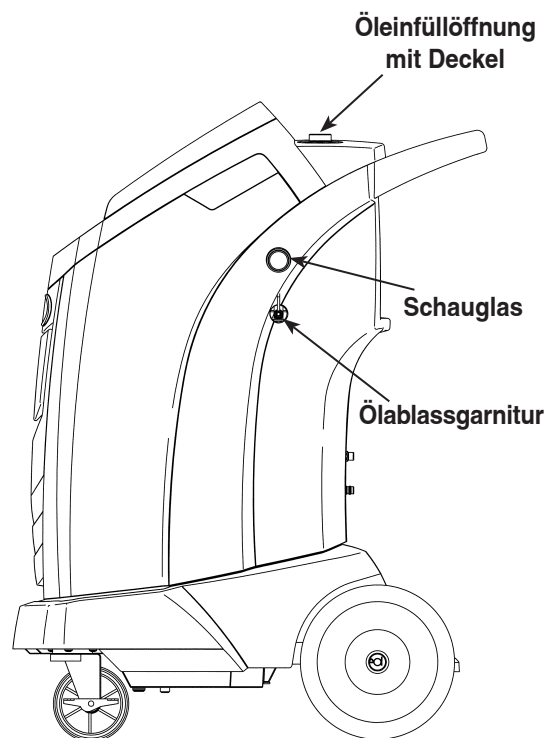

Abbildung 19
3. Nachdem der Kompressor gestoppt hat, **langsam** den Deckel der Öleinfüllöffnung öffnen, um zu prüfen, ob sich kein Druck mehr im Gerät befindet. Anschließend den Deckel vorsichtig entfernen. Siehe Abbildung 19.